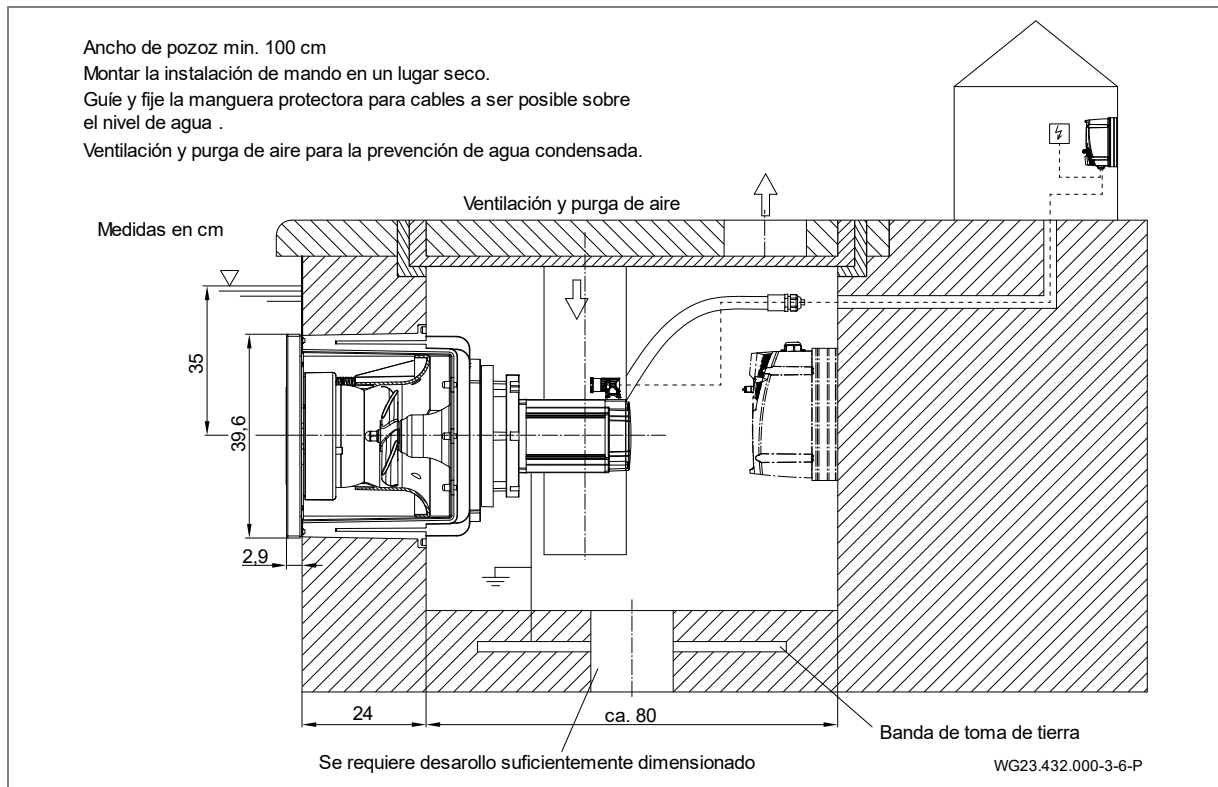

Fig. 17
1. Engrase el empalme (d, (Fig. 17)) en la carcasa de plástico (1) y el conector hembra de conexión de la manguera protectora para cables (12) con limpiador PVC-U/ABS.
La colocación de la instalación debe realizarse en un foso que limita con el borde de la piscina. En el espacio de montaje debe haber una ventilación y aireación correctas y un sumidero suficiente. Debe disponerse de una opción de fijación para la manguera protectora para cables (a ser posible por encima del nivel del agua). En el foso debe disponerse de una conexión para una conexión equipotencial. Ver "Fig. 17", página 22.